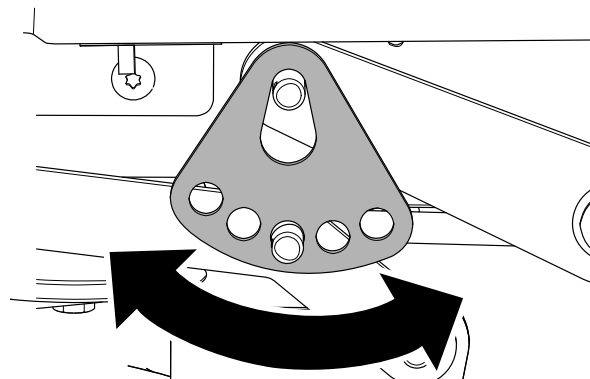

**Figura 63**
6. Retire la chaveta y la arandela del pasador inferior del brazo de elevación (Figura 63).